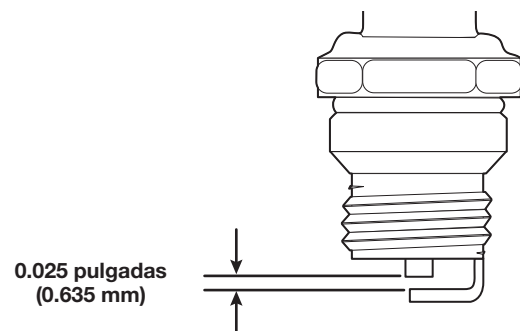

Fig. 28
6. Use un calibrador de separación para ajustar una separación de aire de **0.025 pulgadas (0.635 mm)** (Fig. 28).